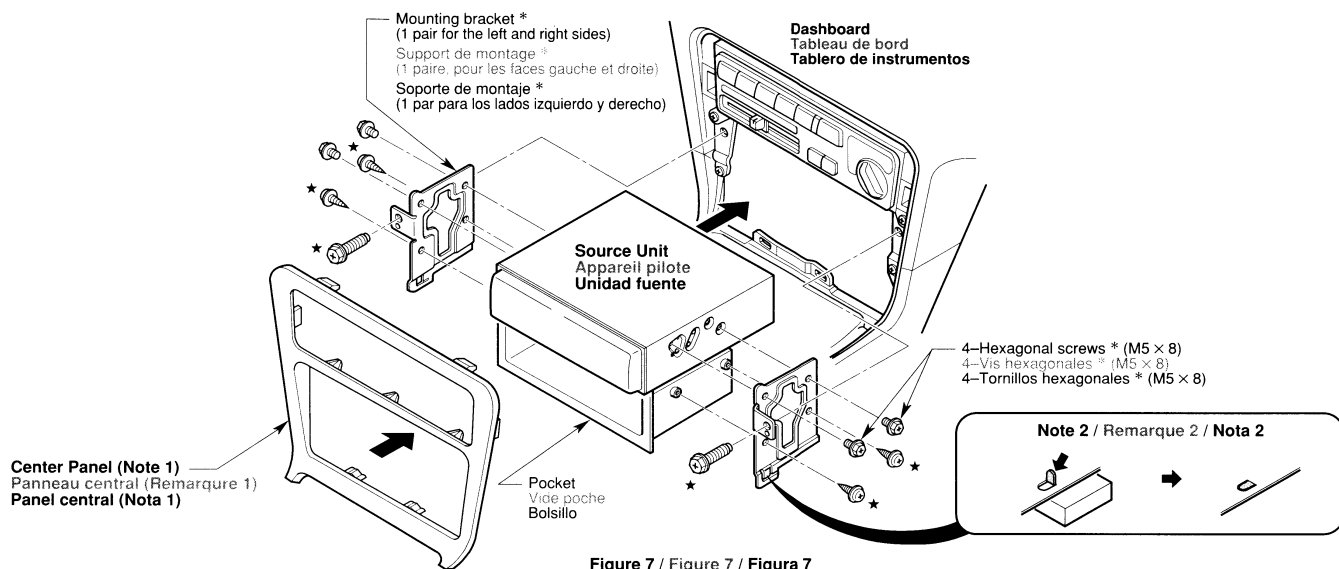

Figure 7 / Figure 7 / Figura 7
This unit is designed for fixed installation in the dashboard. If the vehicle is equipped with a factory-installed radio, install the source unit with the parts and screws marked (★) (Figure 7). If the vehicle is not equipped with a factory-installed radio, obtain an installation kit to install the source unit in the following procedure.
2. Secure the mounting brackets to the chassis as shown in Figure 7. Holes are pre-tapped for TOYOTA and NISSAN vehicles; modification, such as drilling new holes, of the mounting brackets may be required for other models.
Cet appareil est conçu pour une installation fixe dans le tableau de bord. Si le véhicule est équipé d'un auto-radio installé à l'usine, installer l'appareil pilote avec les pièces et les écrous marqués de (★) (Figure 7). Si le véhicule n'est pas équipé d'un auto-radio installé à l'usine se procurer un kit d'installation pour installer l'appareil pilote avec la procédure suivante.
2. Fixer le support de montage sur le châssis comme montré sur la Figure 7. Les trous sont pré-découpés pour les véhicules TOYOTA et NISSAN; des modifications du support de montage, comme le perçage de nouveaux trous, peuvent être nécessaires pour les autres modèles.